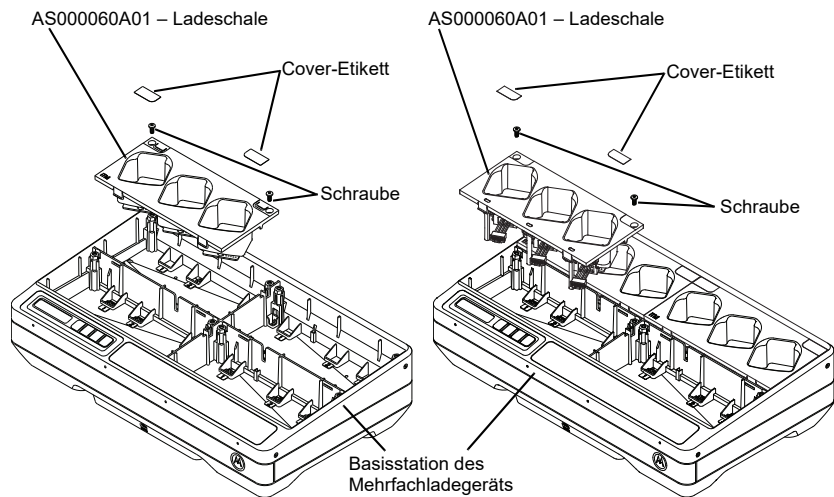

Abbildung 7: Anbringen und Entfernen der Ladeschale
4. Entfernen Sie den Kabelbaum der Ladeschale, indem Sie den Stecker gerade nach oben ziehen (siehe Abbildung 7).